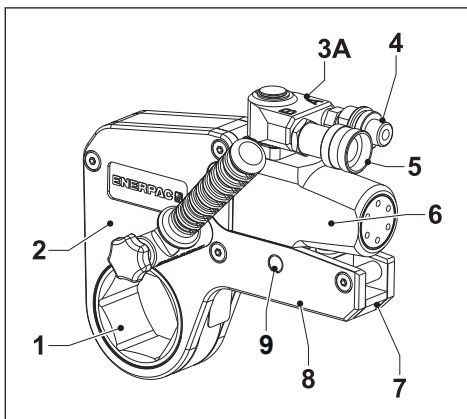
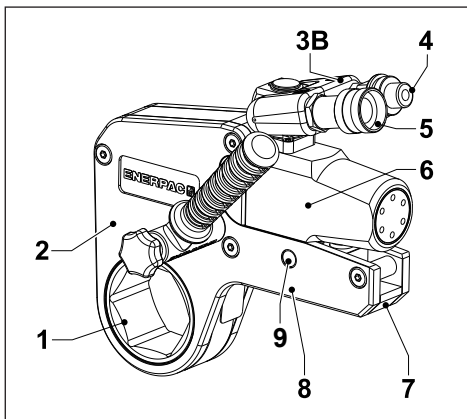

图 1
图 2
- 已得知或怀疑动力头垫片定位销出现磨损、弯曲、缺失或受损，则切勿操作扳手。动力头可能会从驱动盒中脱离，变成危险弹射体。请见第 10 页图 1 或图 2 中编号 9。
3.1 外形和主要零部件（图 1 或 2）